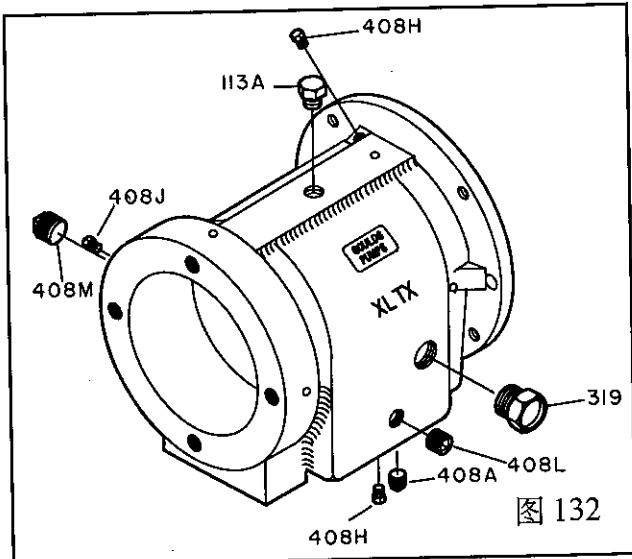

图 132
1. 在轴承箱(228)上装上注油塞(113A)、排油塞(408A)、视镜(319)、油杯塞(408J)、四个油雾联接器(408H)或油脂装填环(193)和油脂排出塞(113)、油冷却器进出口塞(408L,408M)。(图132)